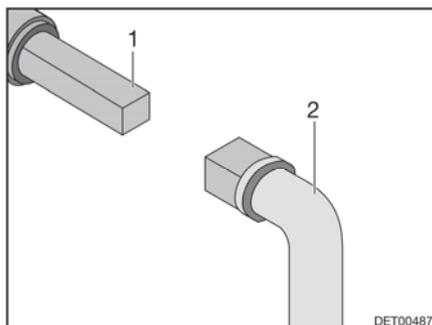

Fig. 116 Utilizzo del rubinetto di scolo delle acque grigie
- Inserire la chiave (Fig. 116,2) sul perno quadro (Fig. 116,1).